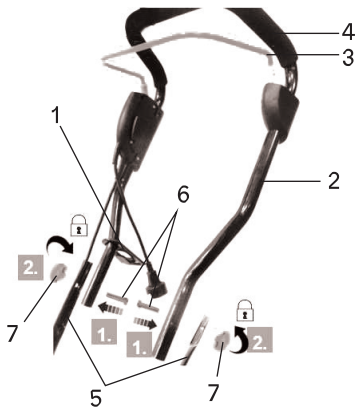

Fig. 5
1. Faire passer le dispositif de retenue du cordon (1) à travers la barre de la poignée supérieure (2) et s'assurer que le levier de démarrage (3) se trouve devant la poignée principale (4) lorsqu'il est vu de derrière (Fig.5)
2. Aligner la barre de la poignée supérieure (2) avec les deux barres de la poignée inférieure (5) (Fig.5).
3. Faire passer les boulons (6) par les trous de fixation des poignées (Fig. 5, étape 1).
4. Fixer la barre de poignée supérieure (2) en tournant le bouton (7) dans le sens horaire pour le resserrer (Fig. 5, étape 2).